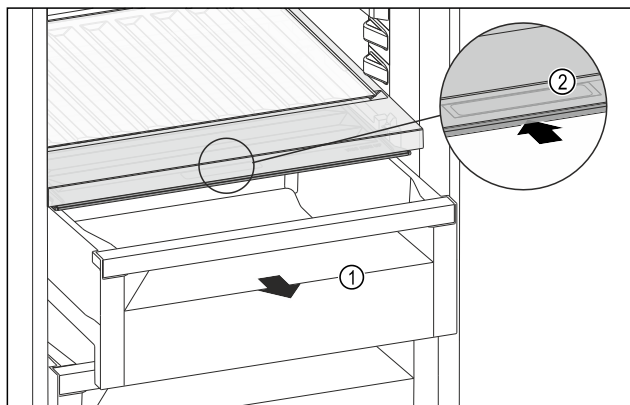

Fig. 104
- ▶ Húzza ki a fiókot Fig. 104 (1).
- ▶ Fogja meg a süllyesztett fogantyút Fig. 104 (2) a rekeszfedelet, és ezzel egy időben tolja hátra a rekeszfedelet.